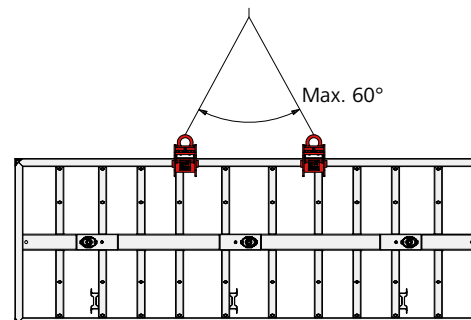

Fig. 39.6
- Sur panneaux couchés, par-dessus les traverses horizontales (Fig. 39.6)